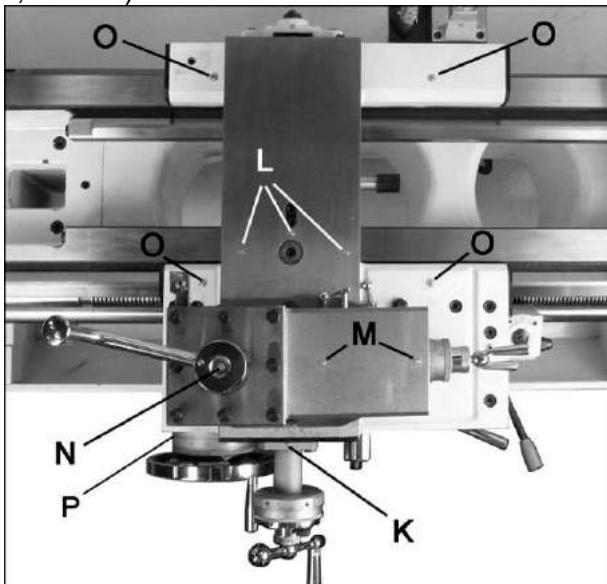

Рис.14
8. Поперечные направляющие – Ежедневно смазывать через пресс-масленку опоры рукоятки поперечного перемещения суппорта (К, Рис.14) и три пресс-масленки на крышке (L, Рис.14).
9. Верхний суппорт – Ежедневно смазывать через две пресс-масленки (M, Рис.14) маслом с вязкостью по SAE20W.
10. Резцодержатель – Регулярно очищать от грязи, стружки и СОЖ опорную площадку резцодержателя, чтобы обеспечивать точность позиционирования. Ежедневно смазывать через пресс-масленку на оси штока (N, Рис.14) маслом с вязкостью по SAE20W.
11. Седло – Ежедневно смазывать через четыре пресс-масленки (O, Рис.14) и пресс-масленку на опоре маховика продольного перемещения суппорта (P, Рис.14) маслом с вязкостью по SAE20W.